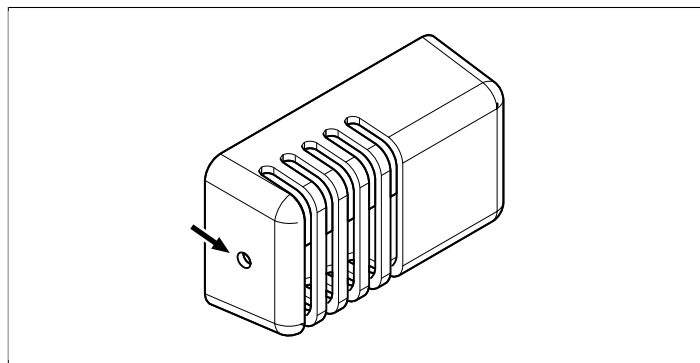

Fig 23: Réinitialisation de la protection thermique du capteur
- La protection thermique du capteur sert empêcher la surchauffe du bois à l'intérieur du sauna. Si ce dispositif se déclenche, l'alimentation électrique du poêle est coupée. Lorsque la température baisse, le courant peut être rétabli. Il convient toutefois de rechercher au préalable la cause de la surchauffe. Pour rétablir l'alimentation, appuyer, par exemple à l'aide d'un trombone, sur le bouton à ressort (cf. **Fig 23**, page 14).